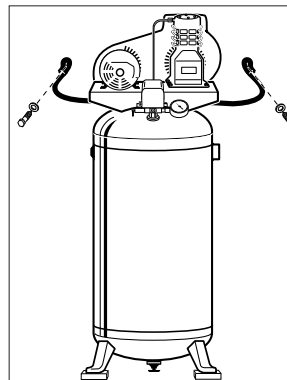

Figure 2 - Installation du Câble de Mur
2. Placer le câble à travers la plaque de base comme indiqué sur la Figure 2.